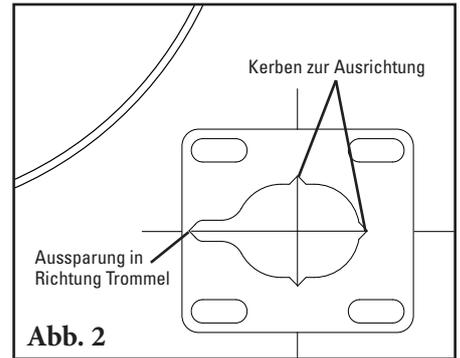

Abb. 2
- Der Anfangsabstand des Blatts zum Band ist größer als 3mm (1/8") (Abb. 2). Wenn das Abstreifblatt richtig gespannt ist, könnte es durchgezogen werden, bevor es vollständig abgenutzt ist. Ist es zu schwach gespannt, stellt sich schnell der „Smile-Effekt“ ein und es streift nicht mehr einwandfrei ab.
2. **Die Öffnungen für die Montageplatten markieren und ausschneiden.** Benutzen Sie die beigefügte Montageschablone zum Anzeichnen der benötigten Öffnungen im Übergabetrichter. Positionieren Sie die Schablone so, dass die Aussparung in Richtung Trommel zeigt. Markieren Sie die Öffnungen für Steckachse und Montageschrauben (Abb. 2). Schneiden Sie die Öffnungen auf beiden Seiten des Übergabetrichters aus.
Entfernen Sie einen Sicherungsbolzen und nehmen Sie das Abstreifblatt von der Steckachse (Abb. 2). Entfernen Sie alles an der Steckachse haftende Material.